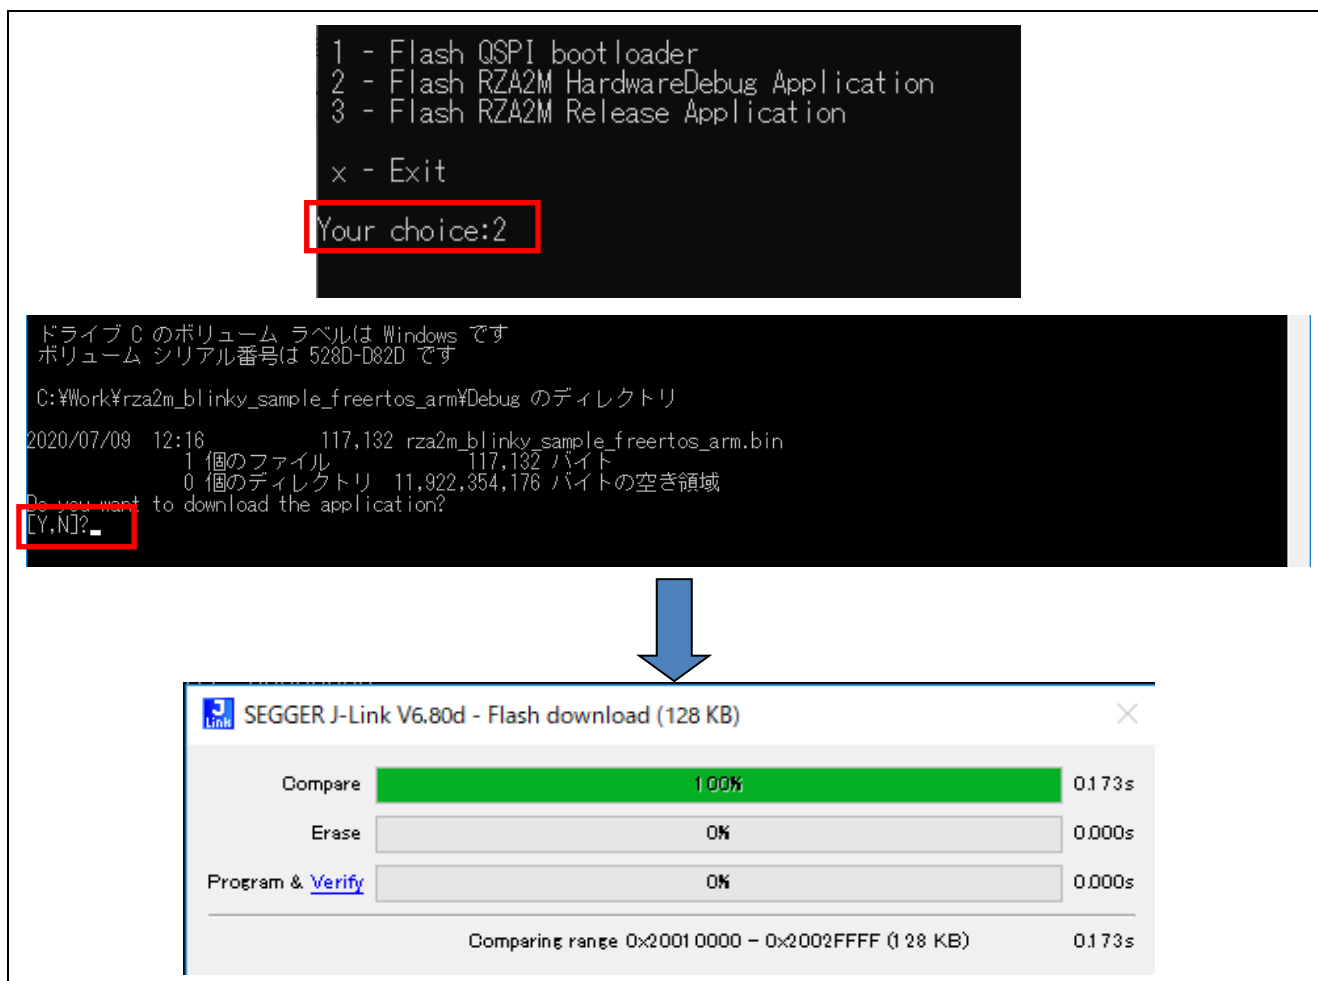

図 3-12 ターゲットプログラムのダウンロード(1/2)
- ターゲットプログラムをダウンロードする為、「2」を入力し（Release 版の場合は「3」を入力）、リターンキーを入力します。ブートプログラムをダウンロードした後にそのまま続行することもできます。その後「[Y,N]?」と表示されたら「y」を入力します。その後、ターゲットプログラムのダウンロードが開始されます(図 3-12)。